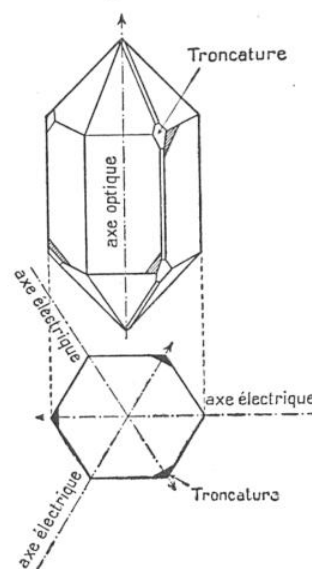

FIG. 2 ET 3. — LES DEUX SORTES DE QUARTZ
La forme géométrique du quartz est celle d'un prisme hexagonal pyramidé (fig. 2 et 3). L'axe du prisme a reçu le nom d'« axe optique ». De plus, les cristaux présentent de bizarres tronçures, des « manques » naturels de matière, qui affectent un sommet sur deux dans l'hexagone formant la base du prisme ; dans ces conditions, la base moyenne ne comporte pas six axes de symétrie, mais trois axes qu'on appelle « axes électriques ».
a) Si l'on fait tourner l'un quelconque des cristaux (fig. 2 ou 3), autour de l'axe optique, il reprend son apparence dès qu'il a tourné d'un tiers de tour ;